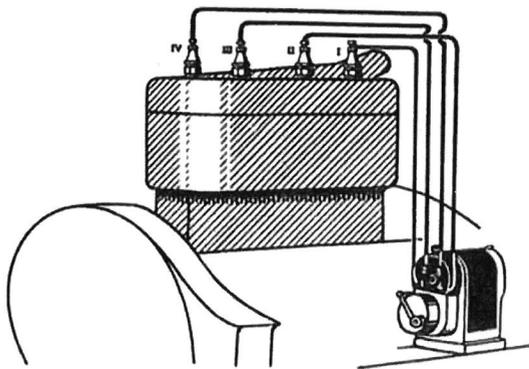

Fig. 357. — Schéma du branchement des fils d'allumage.
- 6—Replacer provisoirement le distributeur sur la magnéto, engager les nouveaux fils dans leurs logements sur le distributeur, sans enlever l'isolant et en choisissant leur longueur de façon à réaliser le montage indiqué (fig. 357).